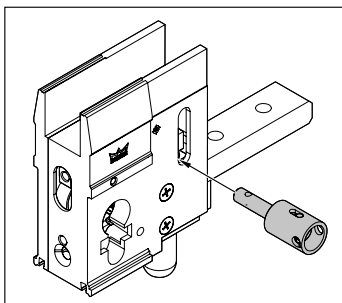

Abb. 4 Hülse montieren
2. Die Hülse mit dem Bolzen in das Basis-Schloss schieben (Abb. 4).